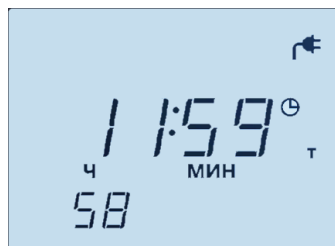

Рисунок 16. Цифровой индикатор Устройства, отображающий обратный отсчет времени
После нажатия на кнопку *ТАЙМЕР* (16) начнется обратный отсчет времени, установленного в параметре *ТАЙМЕР* (по умолчанию 12 ч), а в нижней строке цифрового индикатора будет мигать секундное значение, сигнализирующее включение режима настройки параметра *ТАЙМЕР* (рис. 16). Пока идет отсчет таймера, с помощью кнопок « – » и « + » можно, соответственно, увеличить или уменьшить (с шагом 10 мин) текущее значение параметра *ТАЙМЕР*.